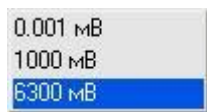

Рисунок 5.4
**Опорное значение для вычисления дБ** – опорное значение (нулевой уровень) для вычисления децибел. При нажатии правой кнопкой мыши в данном столбце необходимого канала измерения появляется подменю со списком доступных значений (рисунок 5.4). В зависимости от выбранной в соответствующем столбце единицы измерения значения опорного уровня различны.